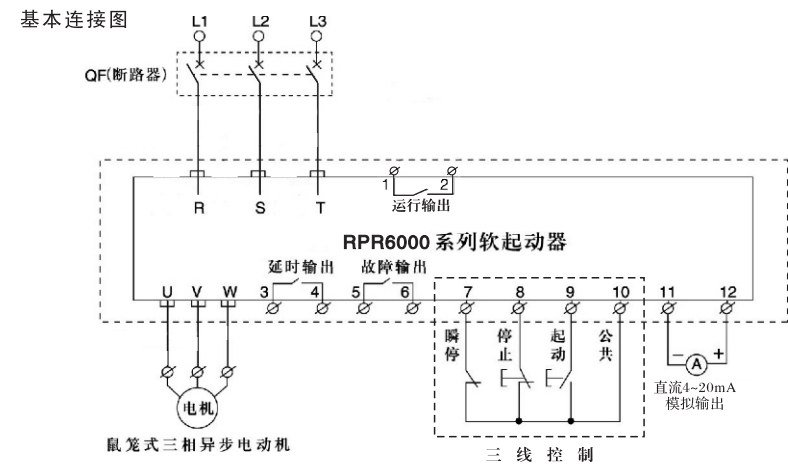

图2-7
- 接线时务必注意以下各项说明。图2-7基本接线
- ① 电源一定要连接于主电路电源端 R、S、T 无相序要求。如果接错电源则将损坏软起动器。
- ② 接地端子必须良好接地，一方面可以防止电击或火警事故，另外能降低噪声。
- ③ 导线两端必须做压接处理，保证连接的高可靠性。